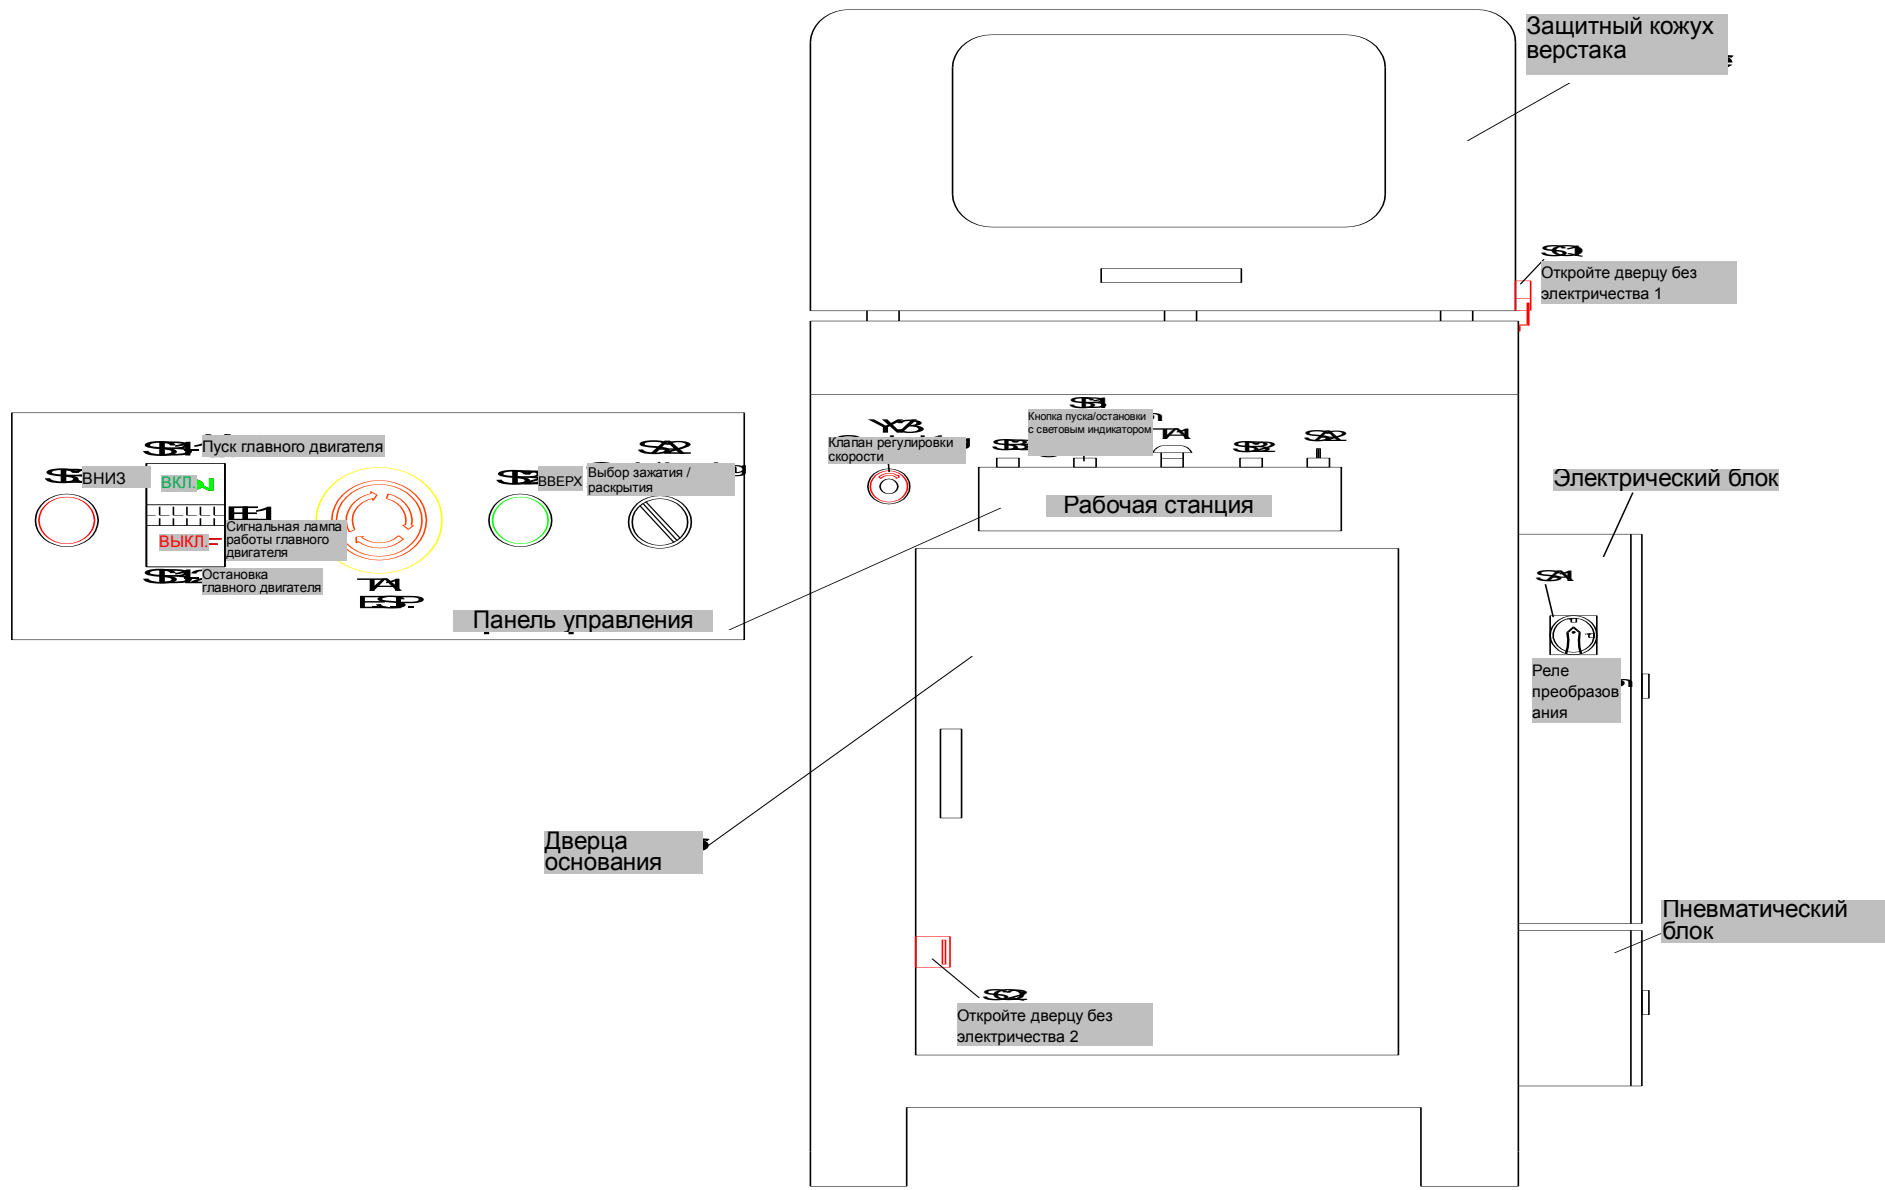

Рисунок 1
Подключив и отрегулировав источник воздуха, убедитесь, что напряжение питания соответствует напряжению станка, проверьте надежность подсоединения шнура питания и кабеля заземления, проверьте, замкнут ли автоматический выключатель в электрическом шкафу. Если все в порядке и автоматический выключатель замкнут, можно подавать питание в станок, переключите силовой выключатель SA1 (см. рисунок 1) в положение «ВКЛ.», при этом питание станка будет включено.
Внимание: перед запуском станка после подключения электропитания убедитесь, что защитный кожух станка закрыт, запирайте дверцу основания станка на замок, убедитесь, что ключи от выключателя дверей SQ1 и SQ2 (см. рисунок 1) вставлены в выключатель. В противном случае, станок не сможет работать.
1. Сначала поверните переключатель зажатия SA2 (см. рисунок 1) в положение зажатия, поперечный цилиндр G2 и продольный цилиндр G3 (см. схему пневматики) выдвигаются, чтобы зажать заготовку. При этом давление должно достичь 0,8 МПа.